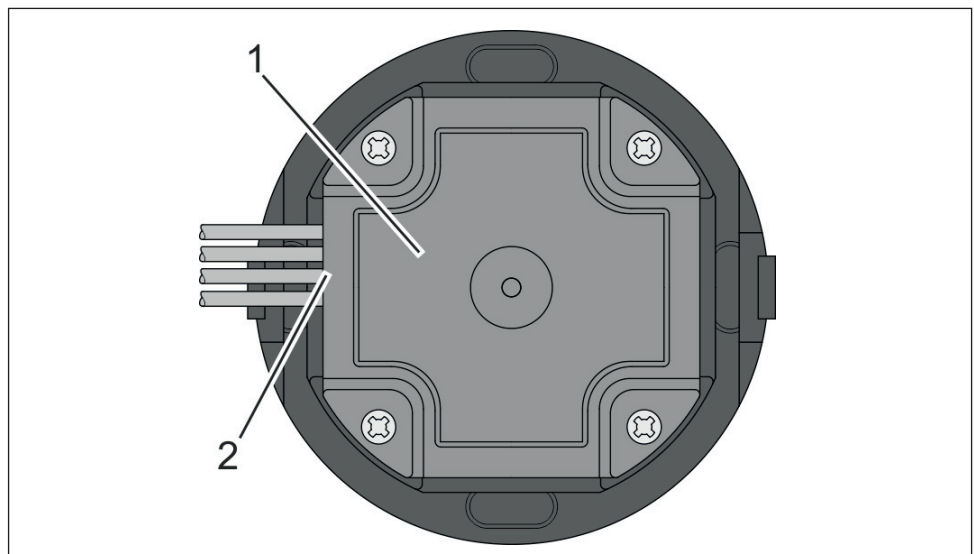

Fig. 14: Parte de trás do leitor WR 200 com cabo
4. Aparafuse a tampa incluída à parte de trás do leitor (Fig. 14/1).
Oriente os cabos para os guias para cabos almofadados laterais (Fig. 14/2).